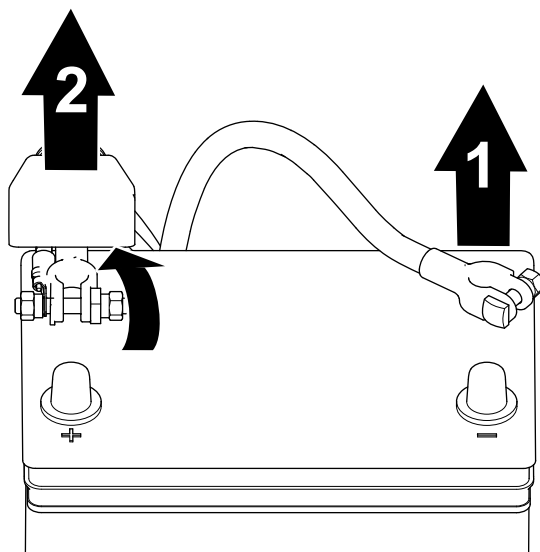

Figura 89
1. Retire el cable negativo del borne de la batería (Figura 89).
2. Levante el aislante y retire el cable positivo del borne de la batería (Figura 89).